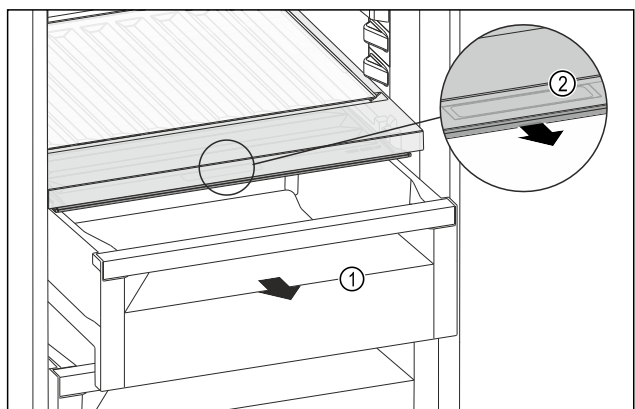

Fig. 108
- ▶ Zásuvku Fig. 108 (1) vytáhněte.
- ▶ Uchopte prohlubeň pro rukojeť Fig. 108 (2) na víku zásuvky a současně zatáhněte za víko zásuvky směrem dopředu.